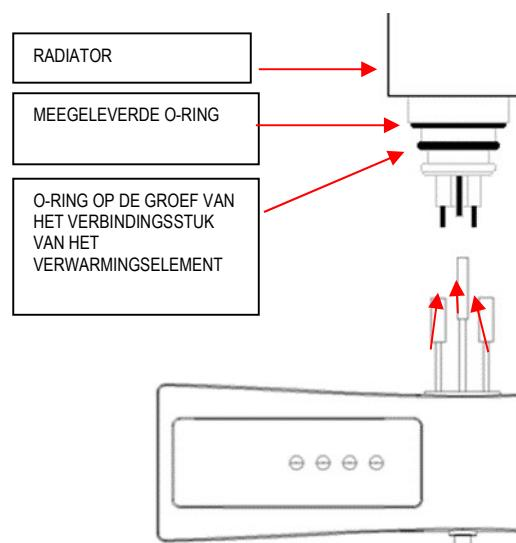

Fig 5.
3. Verwijder voorzichtig de draden uit de opening aan de bovenkant van de thermostaat en sluit ze aan op het elektrische verwarmingselement. Voor klasse-1 producten: verbind het cylindrische contact op de geel-groene draad met de bout van het verwarmingselement. Verbind de rode draden (deze zijn uitwisselbaar) met de platte aansluitingen (fig. 5).